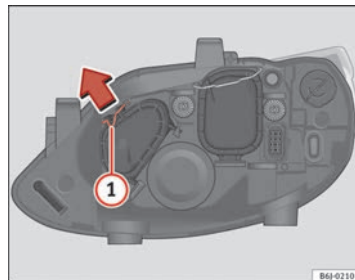

Abb. 151 Standlicht
- Verschieben Sie die Strebe ① in Pfeilrichtung und nehmen Sie den Deckel ab ⇒ Abb. 151.